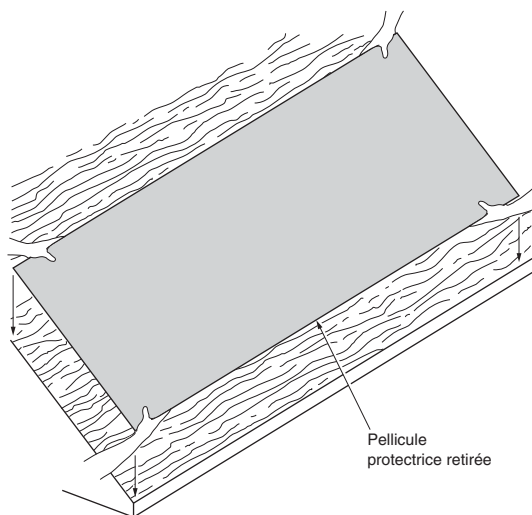

Figure 5-7 : Pose à la volée.
4. Rabattre la feuille en place, en faisant bien attention pour la positionner correctement (figure 5-7).